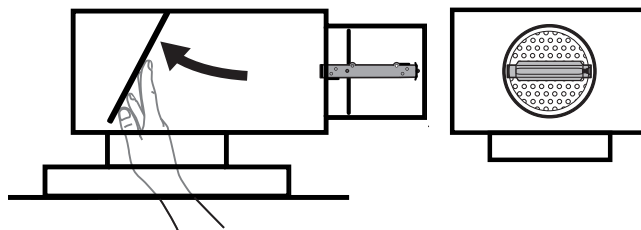

Bild 4. Fördelningsplåten fälls åt sidan vid rengöring.
- Lossa trycklådans fördelningsplåt genom att vrida låsmekanismen på varje sida av plåten och därefter fälla den åt sidan, bort från spjällinsatsen, se bild 4.